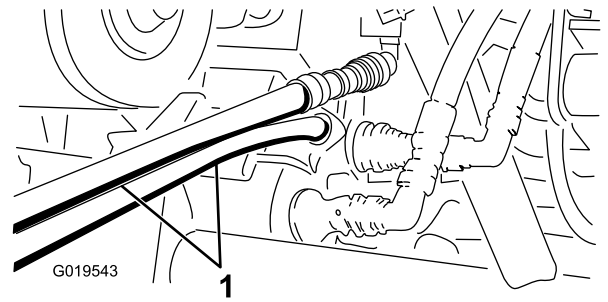

図 76
5. 救援側のワークマンのカップラブラケットにまだついているカップラに、救援用ホースを接続する上のホースは上のカップラに、下のホースは下のカップラに接続する 図 76。